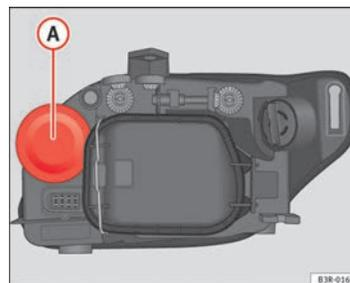

Fig. 207 Lámpara luz intermitente
- Extraiga la tapa de goma ⇒ fig. 207 tirando de ella.